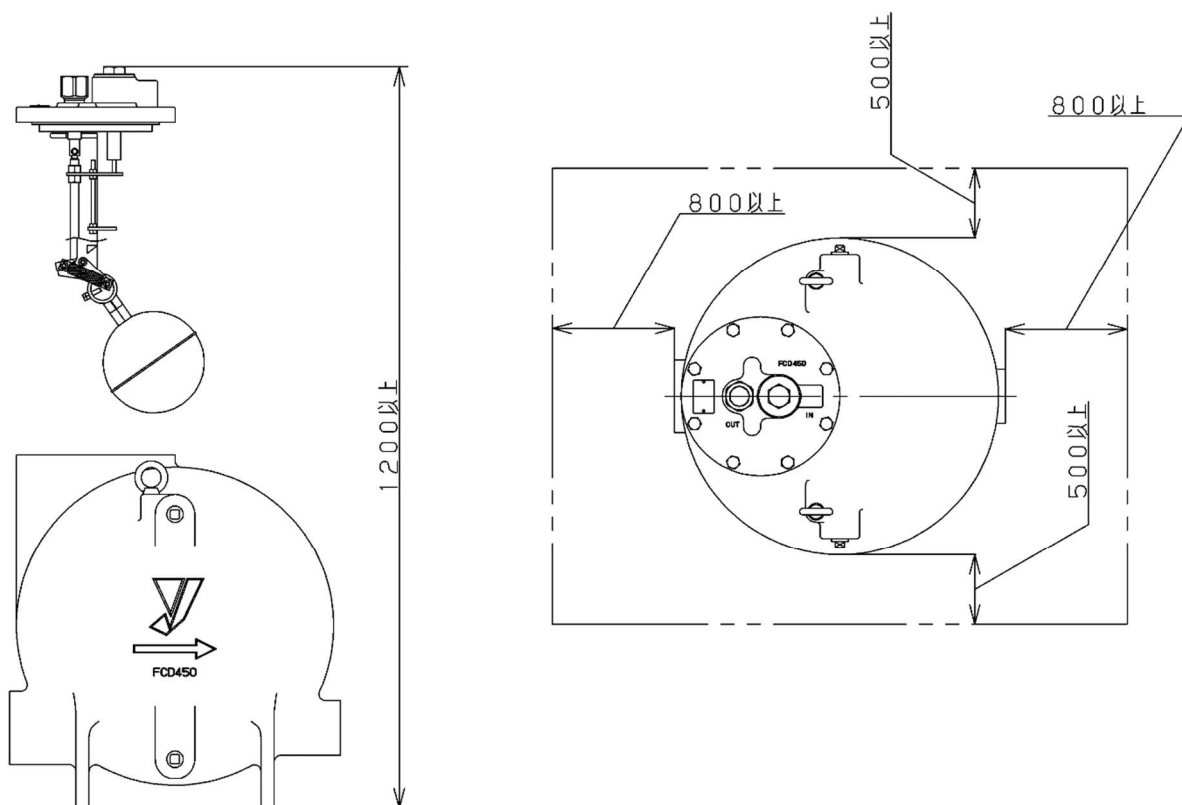

图 7：维护空间
(10) 在驱动流体为蒸汽时，请在驱动流体口配管上设置冷凝水排出用的蒸汽疏水阀。（参照配管图例 6.1）
- (11) 在拆解、修理产品时，请务必空出所需的维护空间。（参照图 7）